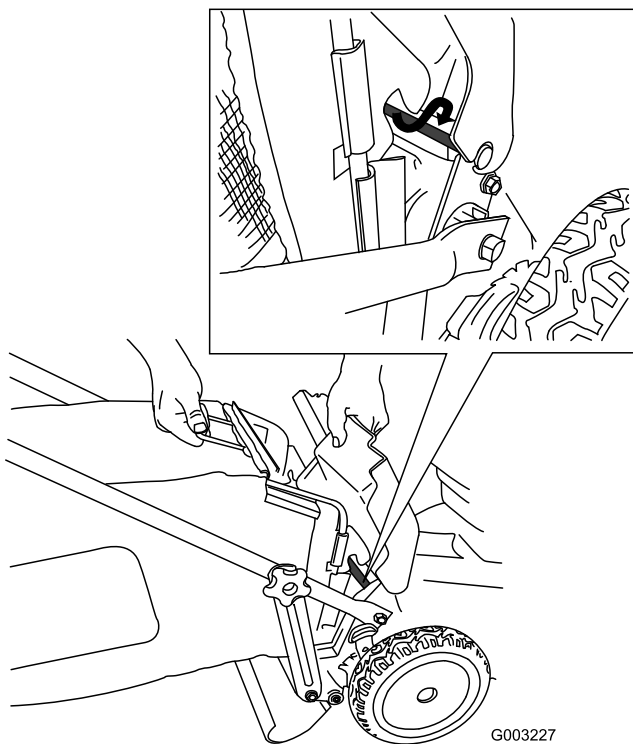

Figura 25
4. Instale la bolsa sobre la varilla de la puerta (Figura 25).